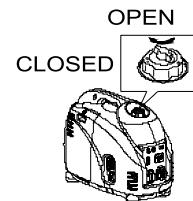

Рис. 8
5. Вентилируемая крышка топливного бака (Рис. 8).
3. Переключатель в режиме экономии (Рис. 8).